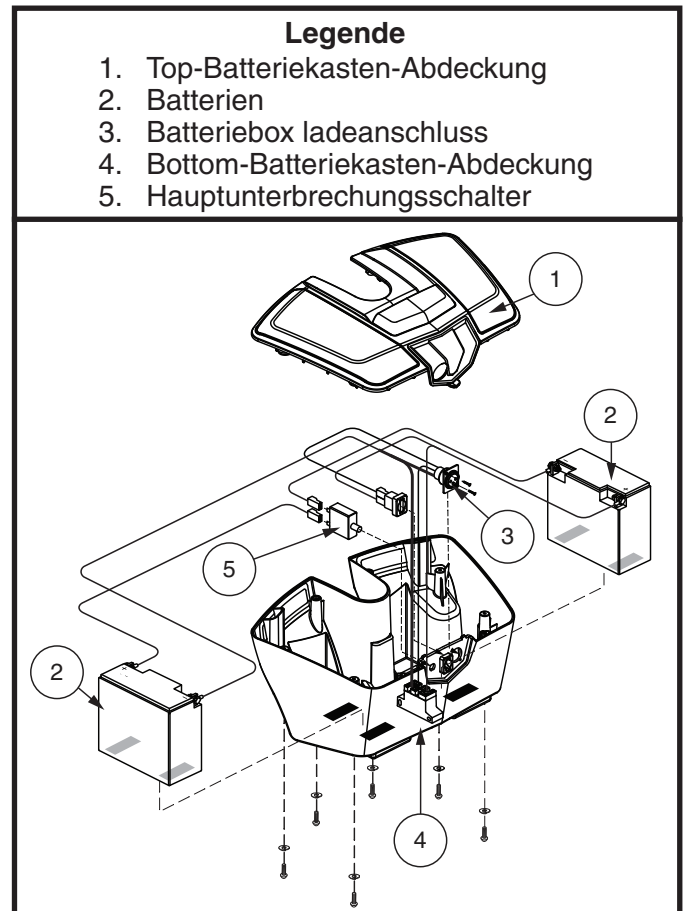

Abb. 17. Go-Chair Batteriebox
3. Entfernen Sie alle Schrauben, die die beiden Gehäusehälften zusammen halten. **Siehe Abb. 17.**
10. Schließen Sie die zwei (2) Batteriekabel an die Batterieanschlüsse. Vergewissern Sie sich, dass das rote Kabel an dem (+) positiven Anschluss und das schwarze Kabel an dem (-) negativen Anschluss befestigt wird.